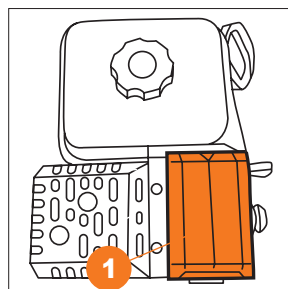

Рис. 14
- Откройте крышку **1** отсека для аккумулятора (Рис. 14).